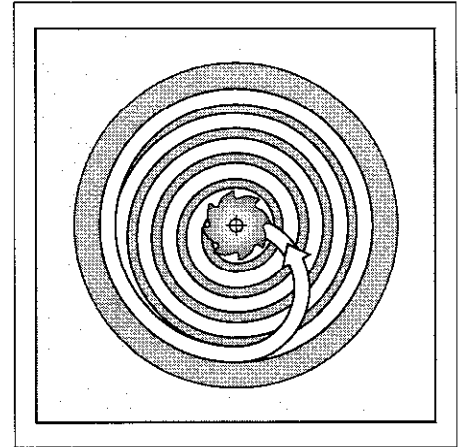

Abb. 8.10: Werkzeug-Bahn beim Ausräumen
- Danach beschreibt es eine spiralförmige Bahn mit dem eingegebenen Vorschub (siehe Abb. 8.10). Die seitliche Zustellung erfolgt um den Betrag k (siehe TASCHEFRÄSEN Zyklus G75/G76: Berechnungen)